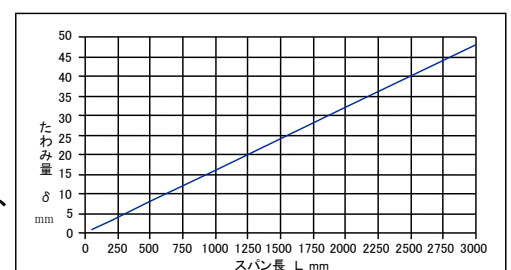

図 13 Vベルトの必要たわみ量 (δ mm)
(3) Vベルトは、取付張力が不足するとスリップが発生しやすくなり、Vベルトの寿命に影響を与えます。また、張力が高すぎるとVベルトの寿命を縮めるだけでなく、軸荷重が過大になり、軸受の寿命を縮めます。Vベルトの張り調整は次の手順により行います。
- ・たわみ量 (δ mm) はスパン長 (L mm) をはかり、図13より求めます。